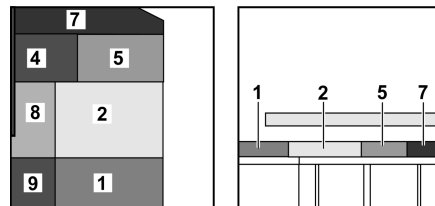

Bild 136 Nach dem Umbau
- Das Zusatzpolster (Bild 136,7) auf den Tisch legen.
- Die Sitzpolster (Bild 136,4 und 5) hinter das Zusatzpolster auf den Tisch legen.
- Das Sitzpolster (Bild 136,2) nach vorn ziehen.
- Das Rückenpolster (Bild 136,1) zwischen das Sitzpolster und die Rückwand legen.
- Die Zusatzpolster (Bild 136,8 und 9) zwischen die Seitenwand und die Polster auf dem Tisch und der Sitzplatte legen.